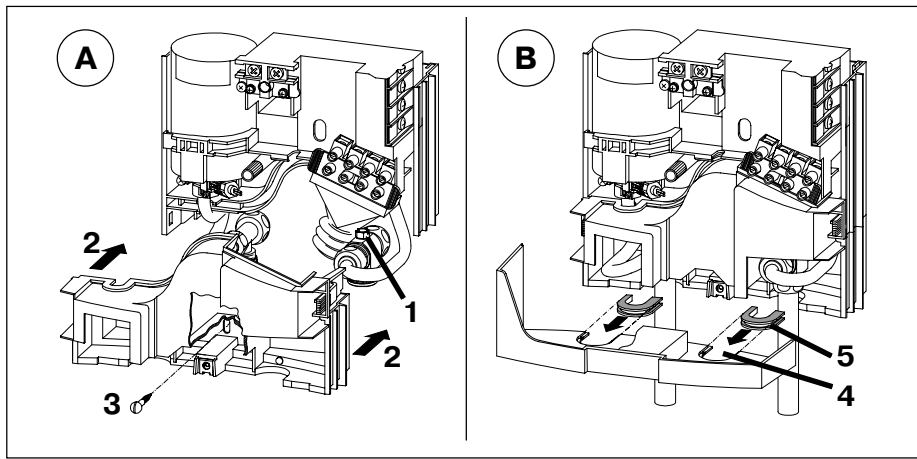

Рис. 21
- Использовать прилагаемые к прибору направляющие детали (см. также рис. 21 В, поз. 5).
(рис. 21 А)
**⚠ При надштукатурном подводе воды аккуратно выломать отверстия в колпаке прибора в соответствии с рис. 21 В, поз. 4 или использовать пилку. В отверстия должны быть введены прилагаемые к прибору ведущие детали (поз. 5).**